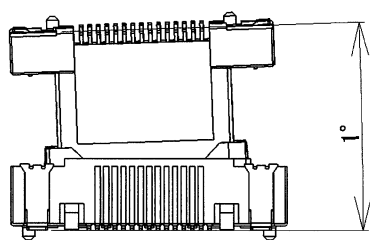

図4 / Fig.4
- ・嵌合時の許容角度は図4~図6になりますので、記載角度以下で使用してください。
Please mate it below the angle of the figure 4, 5, 6.